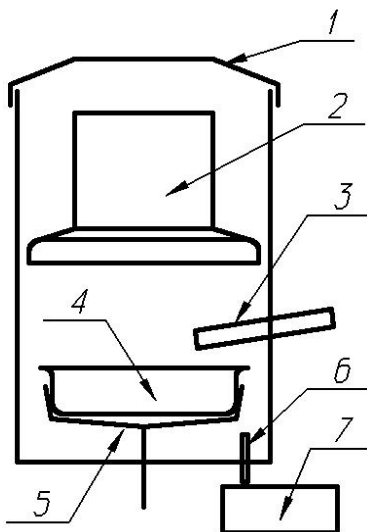

Рис. 2 Камера сгорания
- снять крышку 1(рис.2), вынуть дефлектор 2, вытянуть маслопровод 3 и извлечь тарелку 4 и седло 5 с помощью ухвата.
Очистка маслопровода 3 (рис.2) может осложниться его полной закоксовкой. В этом случае нужно вынуть маслопровод, сняв с него шланг и пройти его сверлом 8 мм, лучше перфоратором.